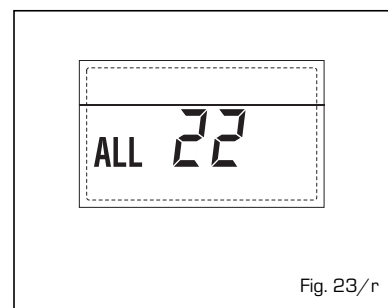

Fig. 23/r
- ANOMALÍA AVERÍA SONDA IMPULSIÓN SEGUNDA ZONA MEZCLADA "ALL 23" (fig. 23/s)